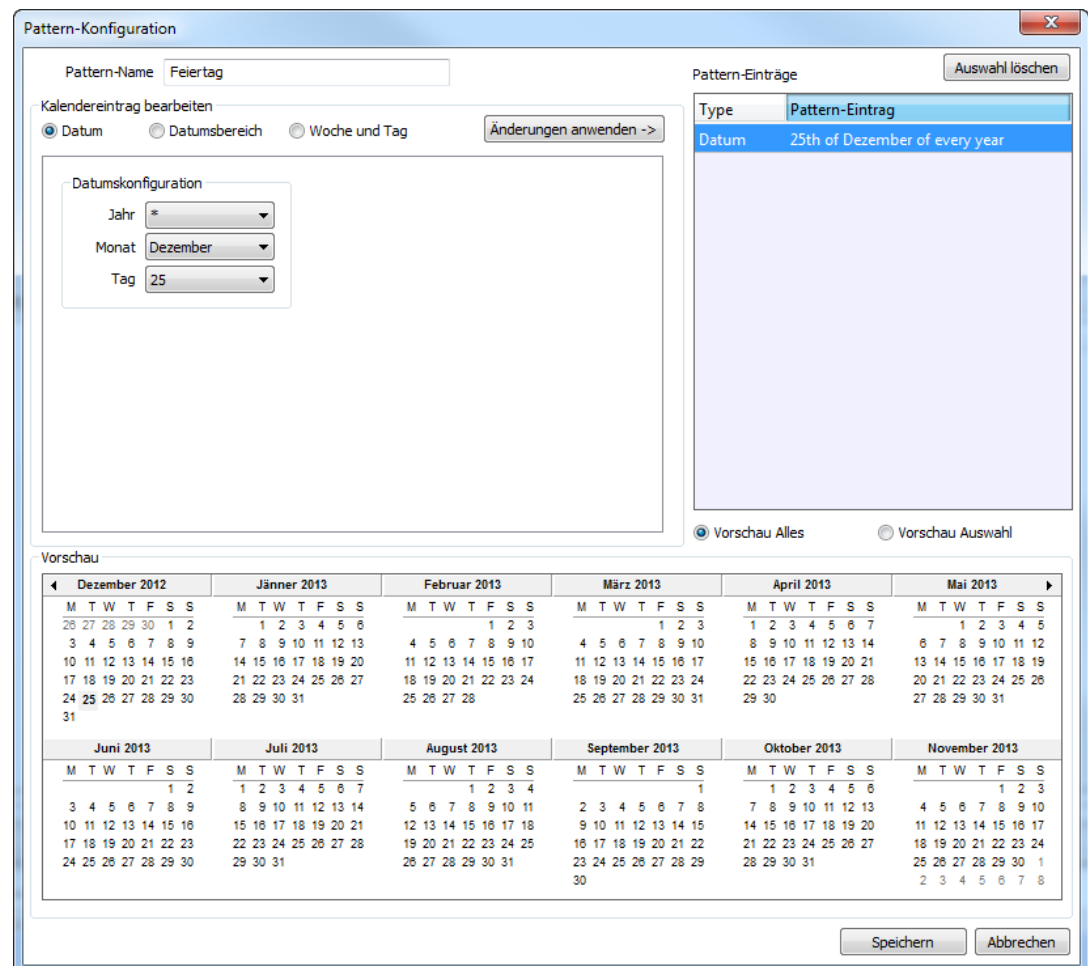

Abbildung 26: Dialogfenster zur Konfiguration eines Kalender-Patterns
3. Der **Pattern-Konfiguration**-Dialog erscheint, der in Abbildung 26 dargestellt ist. Fügen Sie neue Daten hinzu indem Sie neue Datumskonfigurationen eingeben. Klicken Sie dann auf **Neuer Eintrag**. Das Datum erscheint dann in der Liste **Pattern-Einträge** auf der rechten Seite des Fensters.